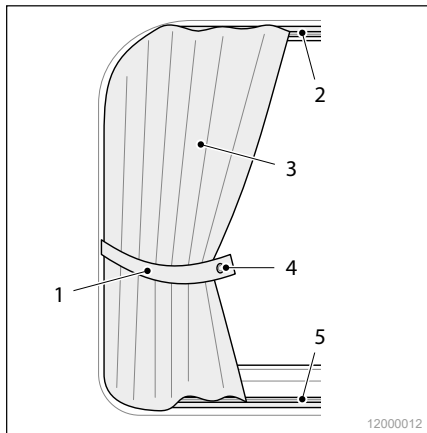

Abb. 18 Gardinen
An den Fenstern des Wohnbereichs sind vor den Fenstern Gardinen angebracht. Die Gardinen sind oben und unten in Schienen geführt (Abb. 18/2 und 5) geführt.
1. Öffnen Sie die Schlaufe (Abb. 18/1) am Druckknopf (Abb. 18/4).
2. Ziehen Sie die Gardine (Abb. 18/3) in die gewünschte Position.